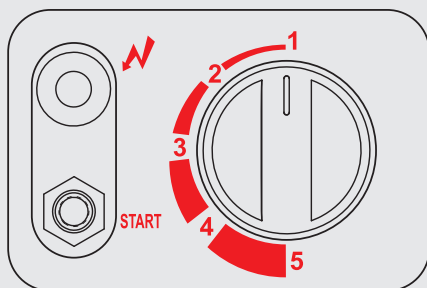

Abb. 5: Bedienfeld
2. Drehen Sie den **Temperaturregler** (Abb. 5) auf die **höchste Stufe** (5).
Dieser Gas-Heizofen ist mit einem **Thermostat** ausgestattet. Mit Hilfe des **Temperaturreglers** (siehe Abb. 5) legen Sie die am Thermostat gefühlte Temperatur (=Thermostat-Temperatur) fest. Beachten Sie hierbei, dass die am Thermostat gefühlte Temperatur und die Raumtemperatur nicht exakt übereinstimmen. Abhängig von den jeweiligen Umgebungsbedingungen (z. B. Außentemperatur, Isolierung und vor allem aber Bodentemperatur) können die angegebenen
Drehen Sie den **Temperaturregler** (siehe Abb. 5) so, dass die Markierung auf die gewünschte Position zeigt. Ist die eingestellte Thermostat-Temperatur erreicht, schaltet der Ofen automatisch auf die kleinste Heizstufe (2,5 kW) zurück. Der Heizofen schaltet sich dabei nicht komplett ab.